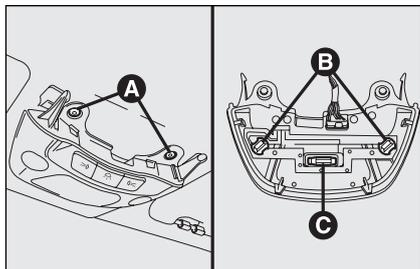

fig. 45
- dévisser les 2 vis de fixation **A-fig. 45**, puis tourner les deux porte-lampes **B** dans le sens contraire des aiguilles, enlever les ampoules et les remplacer. Pour remplacer l'ampoule **C**, la dégager des contacts latéraux en s'assurant que la nouvelle ampoule soit correctement bloquée entre les contacts mêmes.